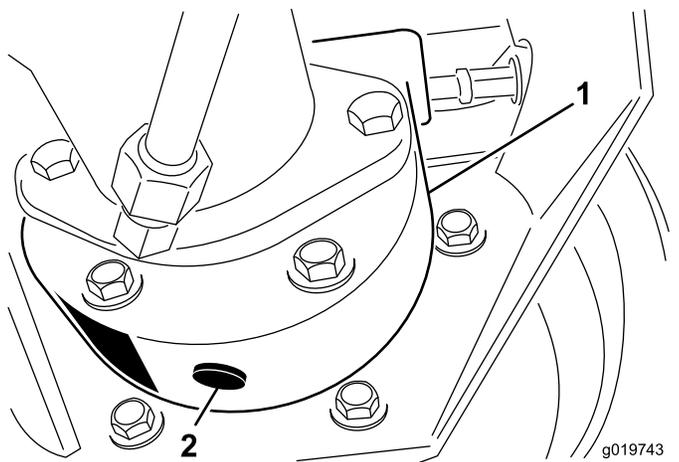

Figura 44
3. Mettete una bacinella sotto la scatola del freno, togliete il tappo di spurgo e lasciate defluire l'olio (Figura 44).